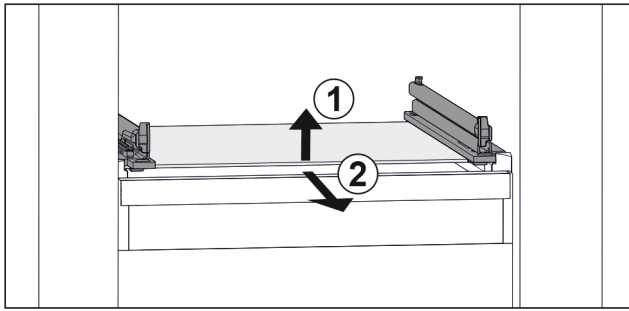

Fig. 106 Примерно изображение на стъклената плоча
- ▶ Повдигнете стъклената плоча отпред. Fig. 106 (1)
- ▶ Извадете стъклената плоча напред. Fig. 106 (2)